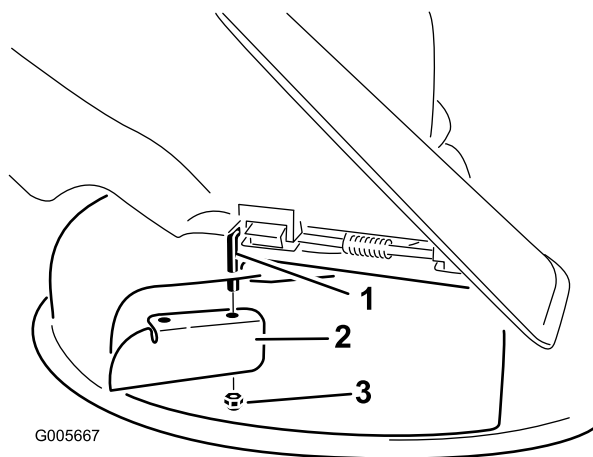

Figura 14
7. Instale la placa deflectora en la varilla de pivote (Figura 14).
3. Retire la placa deflectora de la carcasa de corte (Figura 14).